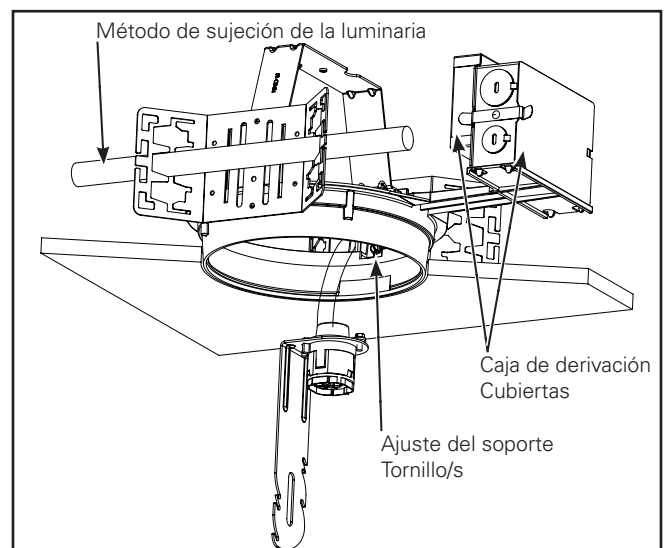

Figura 2.
2. Ajuste los tornillos de ajuste del soporte de modo que la parte inferior del anillo de yeso quede al ras de la línea del techo acabada. El soporte suspendido es reversible para un ajuste total de 5". (Figura 2.)